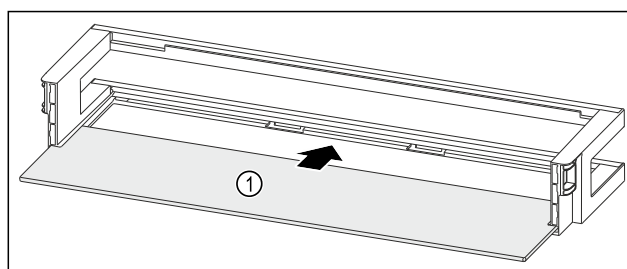

Fig. 253 Polica u vratima s policom za odlaganje
- ▶ Umetnite policu Fig. 253 (1) u bočna udubljenja.